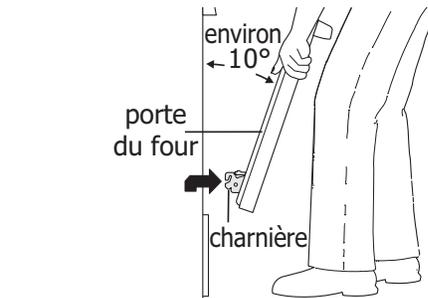

Figure 22 : Soutien de la porte pour la dépose
2. Tirer les verrous des charnières de gauche et de droite complètement vers le bas du cadre de four, vers la porte du four (voir Figure 22). Il peut être nécessaire d'utiliser un tournevis plat.
4. Pousser les verrous de charnière vers le haut et de part et d'autre du cadre de four à la position de verrouillage (voir Figure 22).